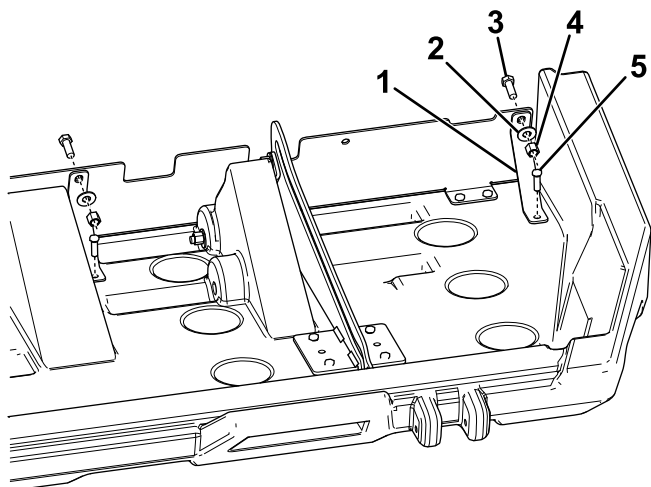

**Figure 11**
13. Glissez les protections extérieures vers l'avant jusqu'à ce qu'elles touchent les protubérances sur la face inférieure du couvercle, puis fixez-les avec 8 vis tire-fond (Figure 11).